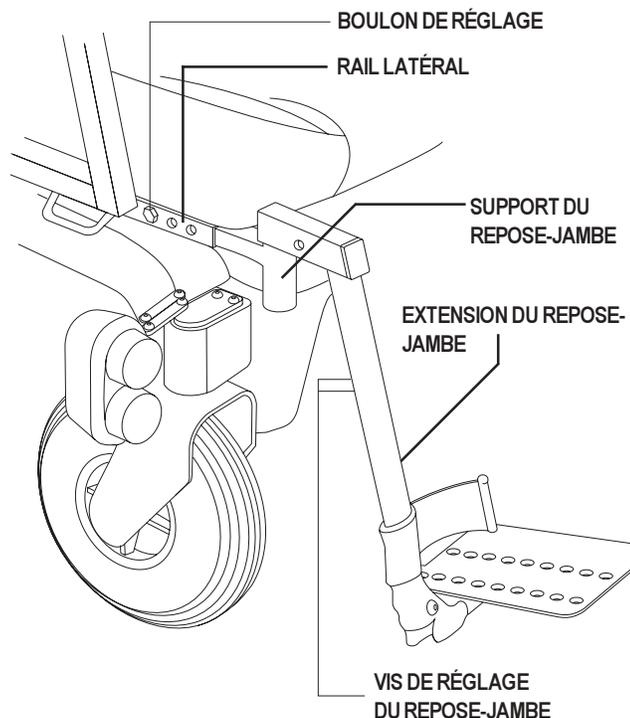

Figure 18. Repose-jambes solides
1. Enlevez les boulons de réglage du rail latéral. Voir la figure 18.
1. Enlevez les vis de réglage de l'extension du repose-jambe. Voir la figure 18.